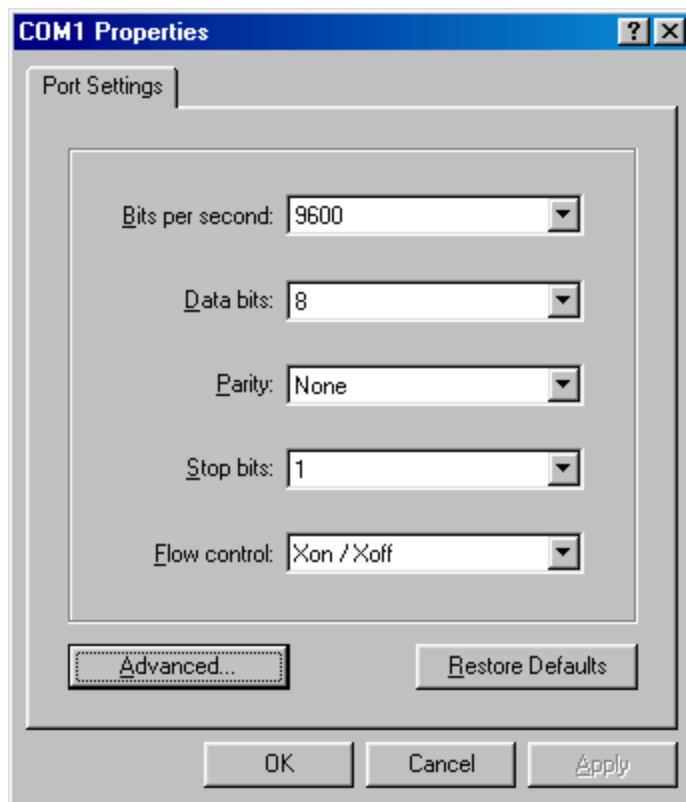

图 11 Microsoft Windows 的“COM1 Properties”对话框
- v. 正确选择图 11 中所示的参数，然后单击“OK”。